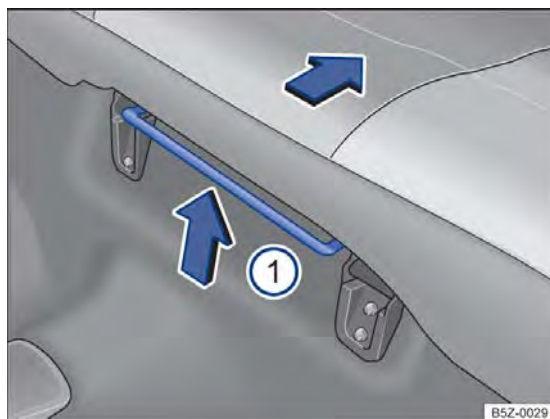

Fig. 76 Alavanca para regulagem longitudinal do banco traseiro ①.
- Levantar a alavanca → Fig. 76 ① e deslizar o banco para a frente ou para trás.